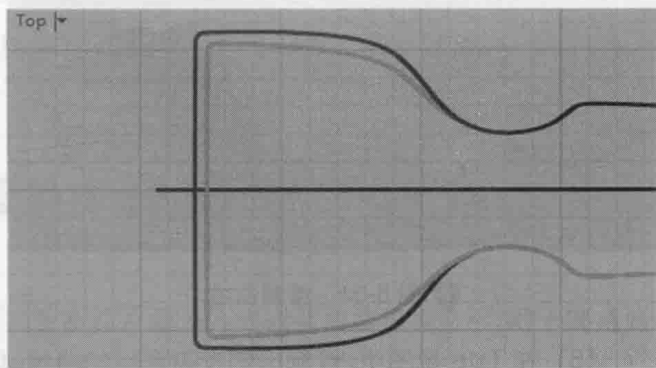

图 5-58 曲线圆角
(10) 单击【曲线圆角】按钮, 将倒角【半径】大小修改为 0.3 (根据实际操作需要选择合适的数值), 参照图 5-58 所示为曲线圆角。再利用【组合】工具将修剪后的曲线分别结合为两个闭合曲线。